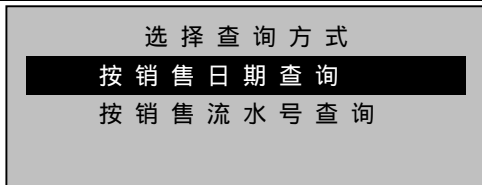

图 5-1
- 2) 按“小计”，则进入查询方式选择状态，如图 5-1 所示；